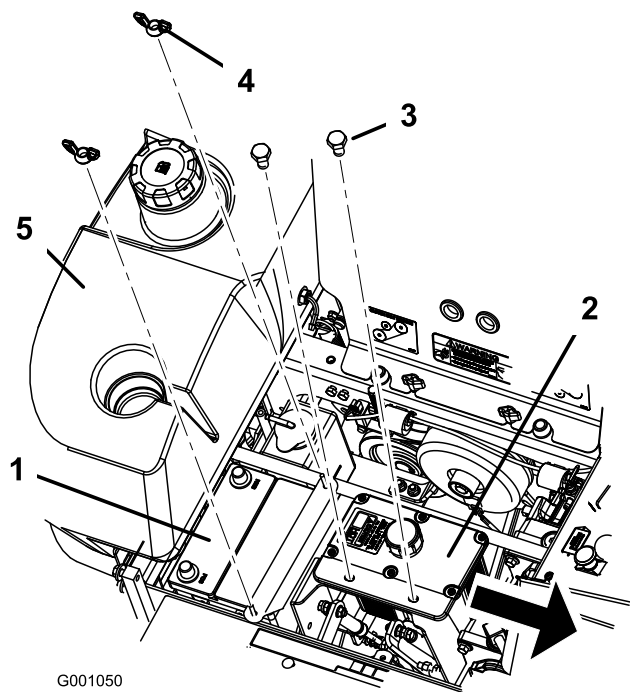

Bild 54
6. Entfernen Sie beide Flügelmutter (1/4 Zoll), mit denen die Batterieschelle befestigt ist (Bild 54).
7. Entfernen Sie die beiden Schrauben, mit denen der Hydraulikbehälter befestigt ist (Bild 54).
1. Legen Sie die Batterie so in das Fach, dass die Anschlussklemmen auf der anderen Seite des Hydraulikbehälters sind (Bild 54).
6. Befestigen Sie die Batterie mit J-Schrauben, einer Halteschelle, zwei Scheiben (1/4") und zwei Flügelmuttern (1/4") (Bild 54).